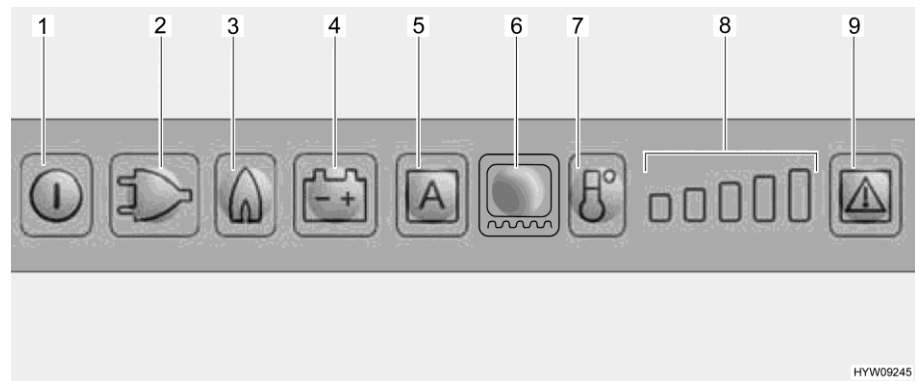

Fig. 255 Cuadro de mando de LED (frigorífico Dometic)
Al seleccionar el suministro de gas se abre automáticamente el seguro de encendido, de forma que puede fluir gas hacia el quemador. Simultáneamente se conecta el encendedor electrónico. Si se apaga la llama de gas, p. ej. debido a un golpe de viento, el encendedor se activa inmediatamente y enciende de nuevo el gas. En caso de alguna avería en el funcionamiento a gas, parpadearán los botones luminosos Gas (Fig. 255,3) y Avería (Fig. 255,9) y sonará una alarma acústica por 20 segundos.
- Pulsar la tecla On/Off (Fig. 255,1) por aprox. 2 segundos. El frigorífico se conectará, se visualizará el modo de funcionamiento seleccionado más recientemente.
- Pulsar el botón luminoso para el modo de funcionamiento deseado (Fig. 255,2 - 4) o el modo automático "AES" (Fig. 255,5) (sólo en el caso del modelo AES).
- Ajustar la temperatura de refrigeración con la tecla Nivel de refrigeración (Fig. 255,7). El indicador de nivel de refrigeración (Fig. 255,8) indicará el ajuste seleccionado del termostato.
- Pulsar la tecla On/Off (Fig. 255,1) por aprox. 2 segundos.
Una vez conectado, el frigorífico automáticamente seleccionará el ajuste medio del termostato. Este ajuste puede modificarse manualmente con la tecla Nivel de refrigeración (Fig. 255,7). Pasan algunas horas hasta que el frigorífico alcanza la temperatura de servicio normal. Al cambiar a otro modo de funcionamiento, se conservará el ajuste del termostato.
- Conectar la calefacción de marco por un período de 2 horas: Pulsar el botón luminoso Calefacción de marco (Fig. 255,6) una vez. Estará iluminada una barra del indicador de nivel de refrigeración (Fig. 255,8).
- Conectar la calefacción de marco por un período de 5 horas: Pulsar el botón luminoso Calefacción de marco (Fig. 255,6) dos veces. Estarán iluminadas dos barras del indicador de nivel de refrigeración (Fig. 255,8).
- Ajustar la calefacción de marco en funcionamiento continuo: Pulsar el botón luminoso Calefacción de marco (Fig. 255,6) tres veces. Estarán iluminadas tres barras del indicador de nivel de refrigeración (Fig. 255,8).
El indicador de nivel de refrigeración (Fig. 255,8) visualizará el tiempo de funcionamiento de la calefacción de marco por algunos segundos.
En caso de alguna avería, el botón luminoso Avería (Fig. 255,9) parpadeará. Además parpadeará o bien uno de los botones luminosos Modo de funcionamiento o el indicador de nivel de refrigeración. Adicionalmente sonará una señal de advertencia acústica. Para indicaciones con respecto a la indicación de errores y la eliminación de errores, véase el capítulo 15.
- ▷ Después de haber eliminado una avería del funcionamiento a gas, pulsar el botón luminoso Reset (Fig. 255,9).